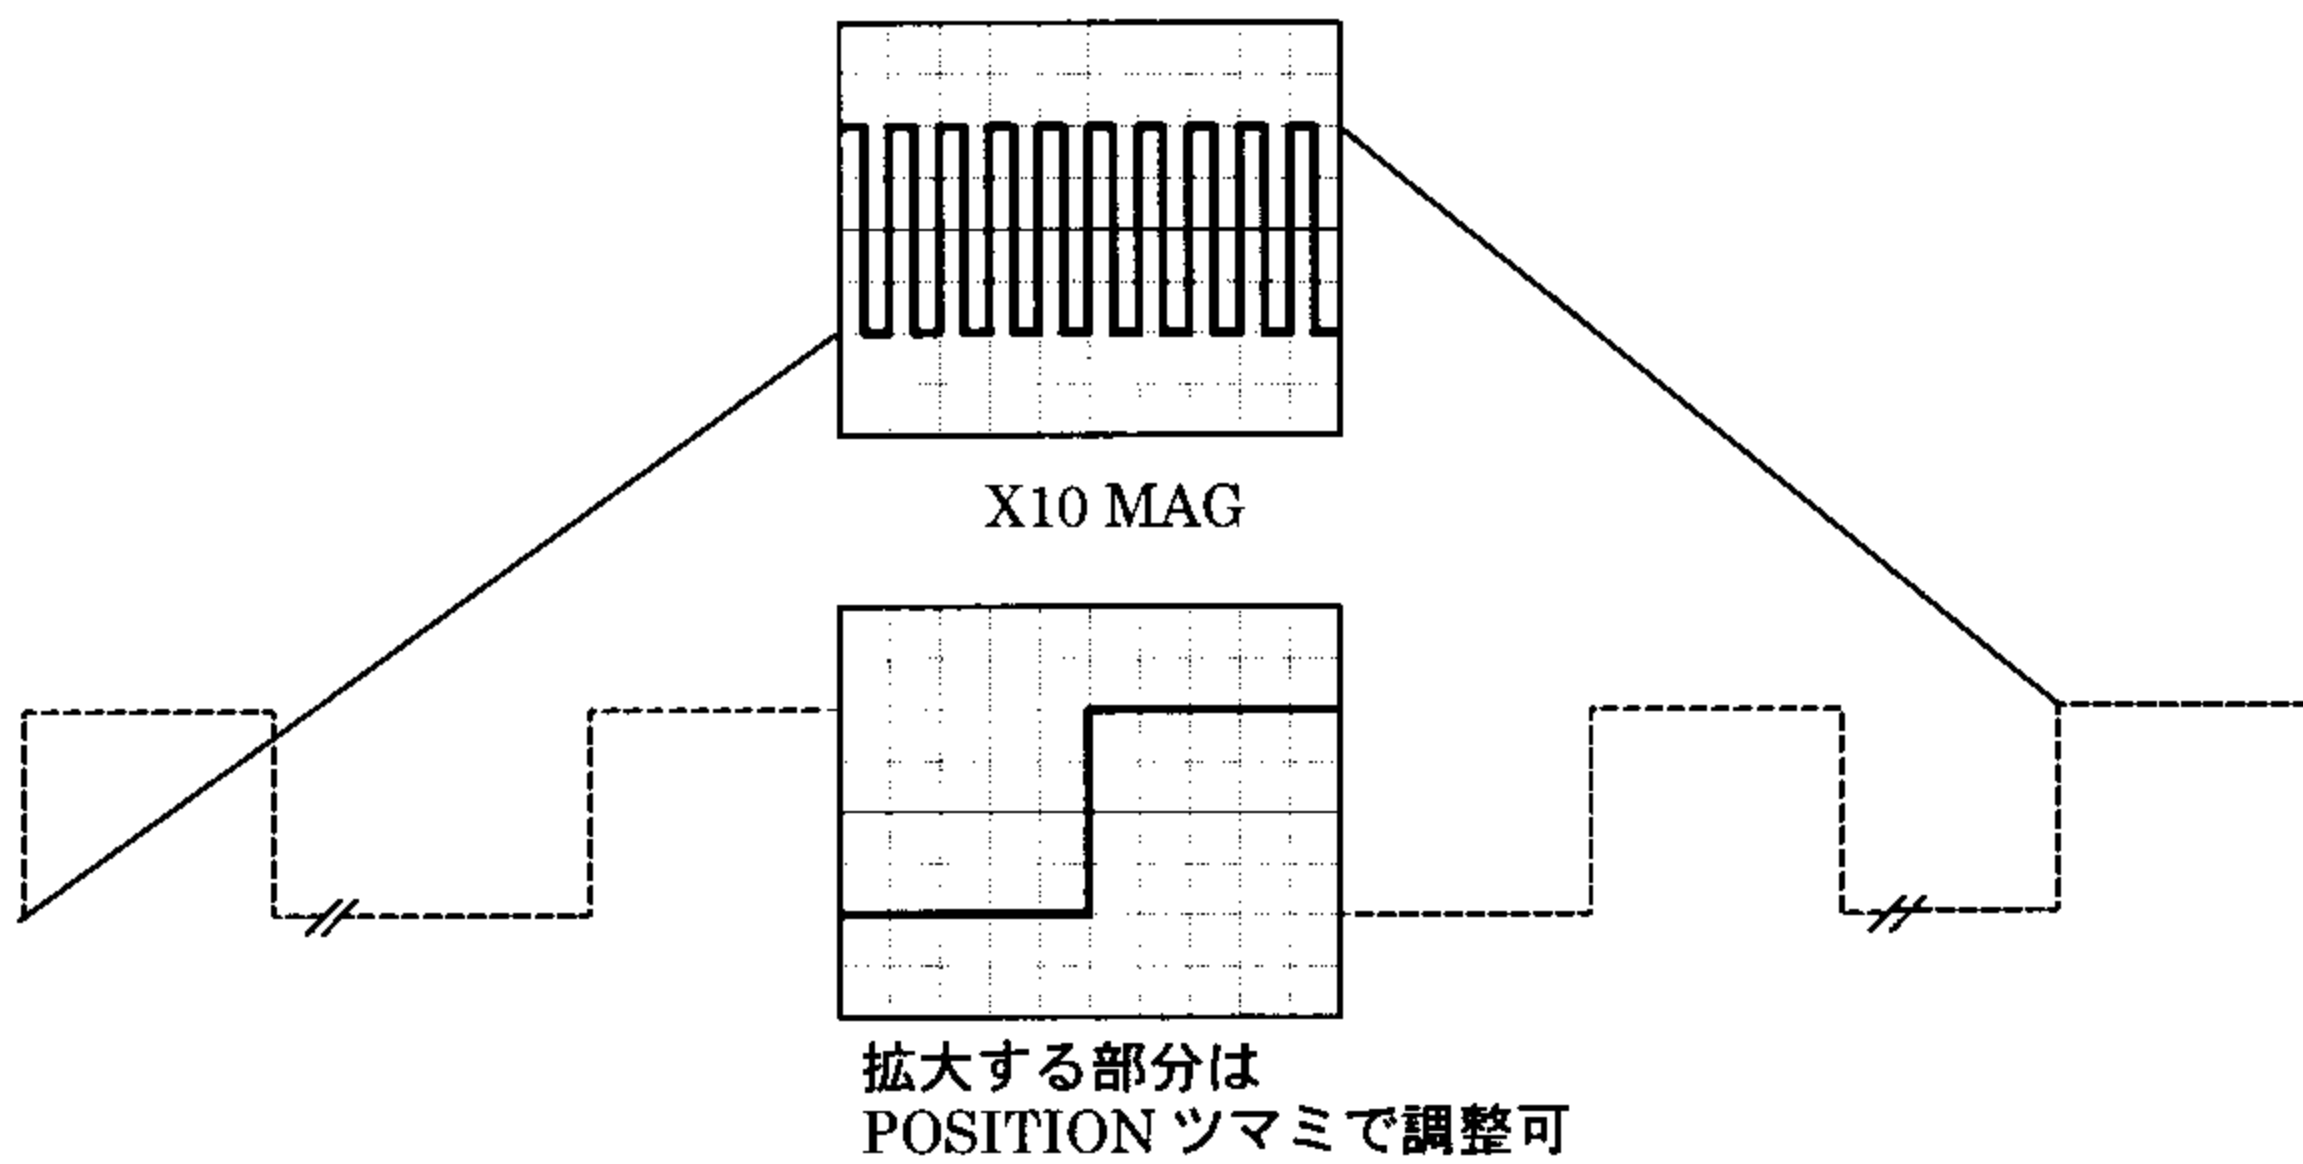

図 5-9
1. (14) TIME/DIV で掃引時間を調整します。
2. (21) HORIZONTAL POSITION ツマミを使って、拡大する部分を画面中央に合わせます。
3. (20) × 10MAG ボタンを押すと、図 5-9 に示すように波形が左右に拡大されます。